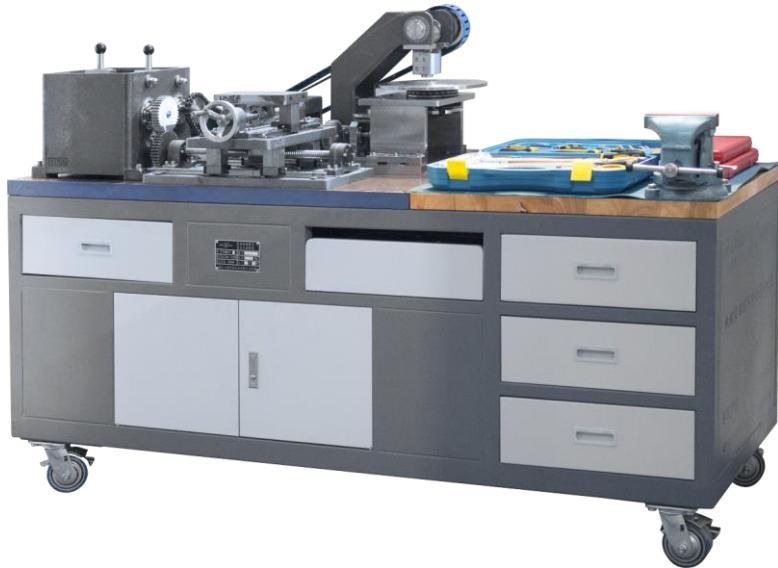

图 12 机械装调技术综合实训装置
(5) THMDZT-1A 型 机械装调技术综合实训装置准备:
①THMDZT-1A型 机械装调技术综合实训装置如图 12